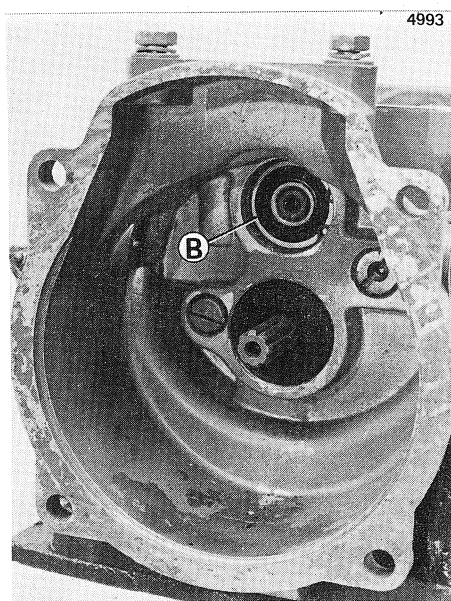

Fig. 39
N.B. - Per ottenere un giuoco di $0,25 \div 0,35 \text{ mm.}$ tra vite senza fine e bussola cassetata **A** (fig. 38), occorre agire con degli anelli di spessoramento sul cuscinetto **B** (fig. 39) dell'albero presa di forza.